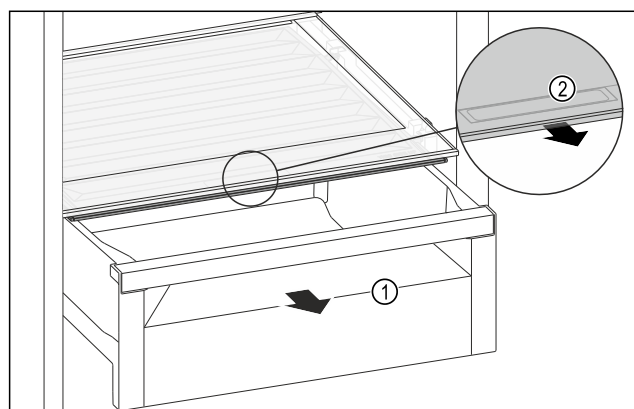

Fig. 137
- Estrarre il cassetto Fig. 137 (1).
- Afferrare la maniglia incassata Fig. 137 (2) sul coperchio dello scomparto e tirare allo stesso tempo in avanti il coperchio dello scomparto.